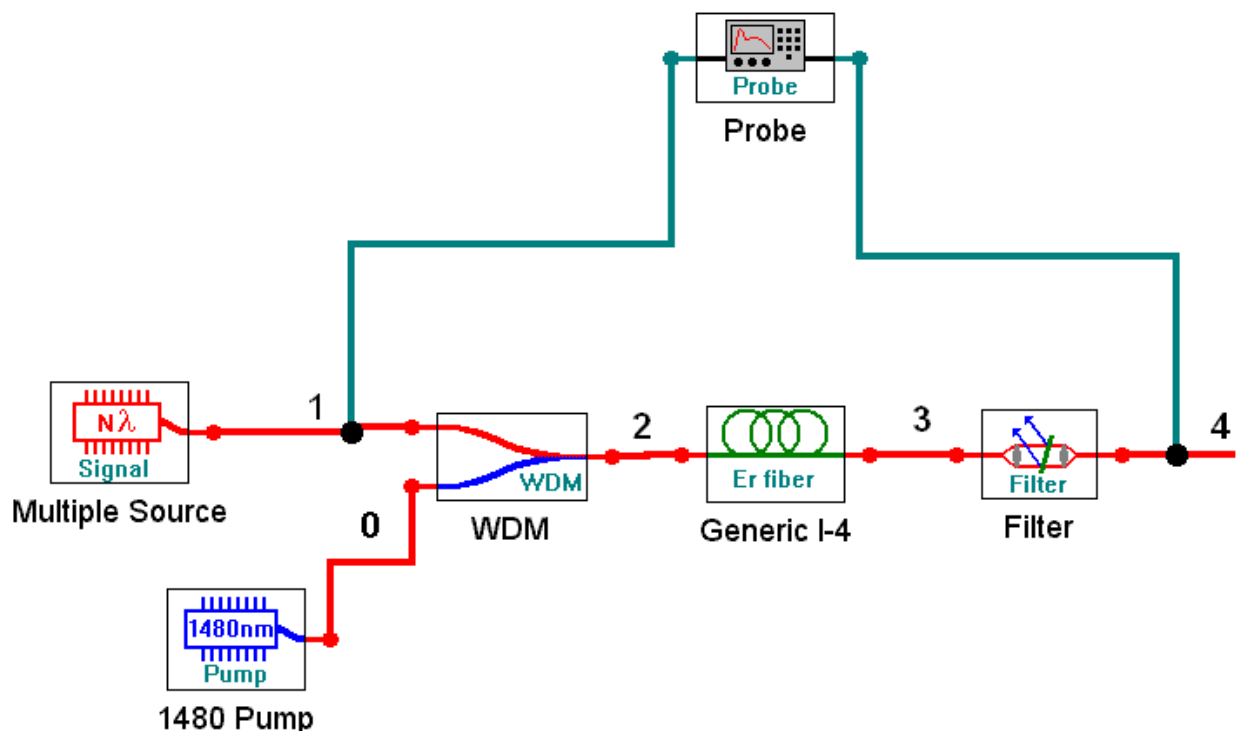

Рис. 2.1. Упрощенная схема ОУ на ОВ, легированном эрбием с попутной накачкой
- 2.2. Соберите схему исследования эрбиевого ОУ с попутной накачкой (рис. 2.1). Установите параметры источника излучения $N\lambda$ *signal*, оставив в диапазоне от 1520 до 1560 нм 11 длин волн с уровнем мощности -30 дБм. Установите длину эрбиевого ОВ и длину волны накачки согласно таблице 1.1. Установите уровень мощности накачки 20 дБм.